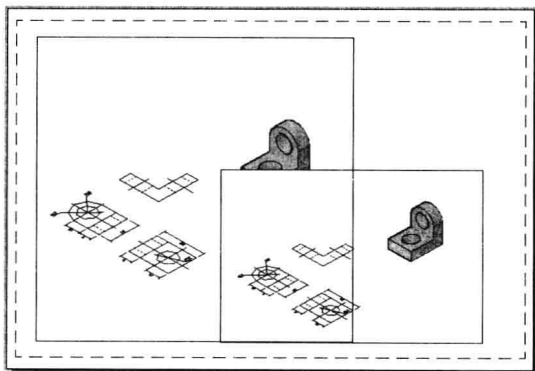

图 10-6-1
(1) 双击素材文件“10-6.dwg”，打开图形文件，在状态栏中单击“快速查看布局”按钮，显示布局 and 模型空间缩略图，单击“布局 1”，进入“布局 1”图纸空间。
(2) 在界面顶端快速访问工具栏中单击“打印”按钮，打开打印对话框，选择联机的打印机名称，选择图纸的尺寸为“A4”，单击“应用到布局”按钮，单击“取消”按钮。
(3) 此时布局选项卡上的图纸由默认的图纸尺寸改为 A4 图纸，单击视口边界线，按 Delete 键，删除默认的视口。
(4) 在“图层”面板中选择图层名称“视口”，选择菜单命令“视图/视口/一个视口”，分别在图纸上绘制两个矩形视口，如图 10-6-1 所示。